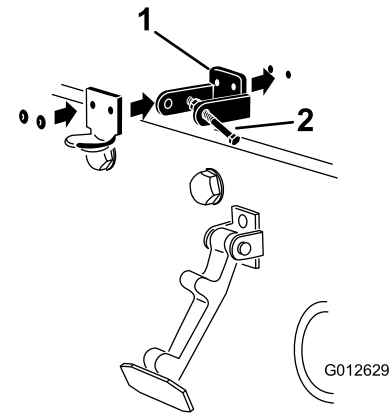

図 8
4. CEロックブラケットとフードラッチブラケットの穴を整列させてフードにセットする 図 8。
6. ブラケットとワッシャをフードにリベットで固定する 図 8。